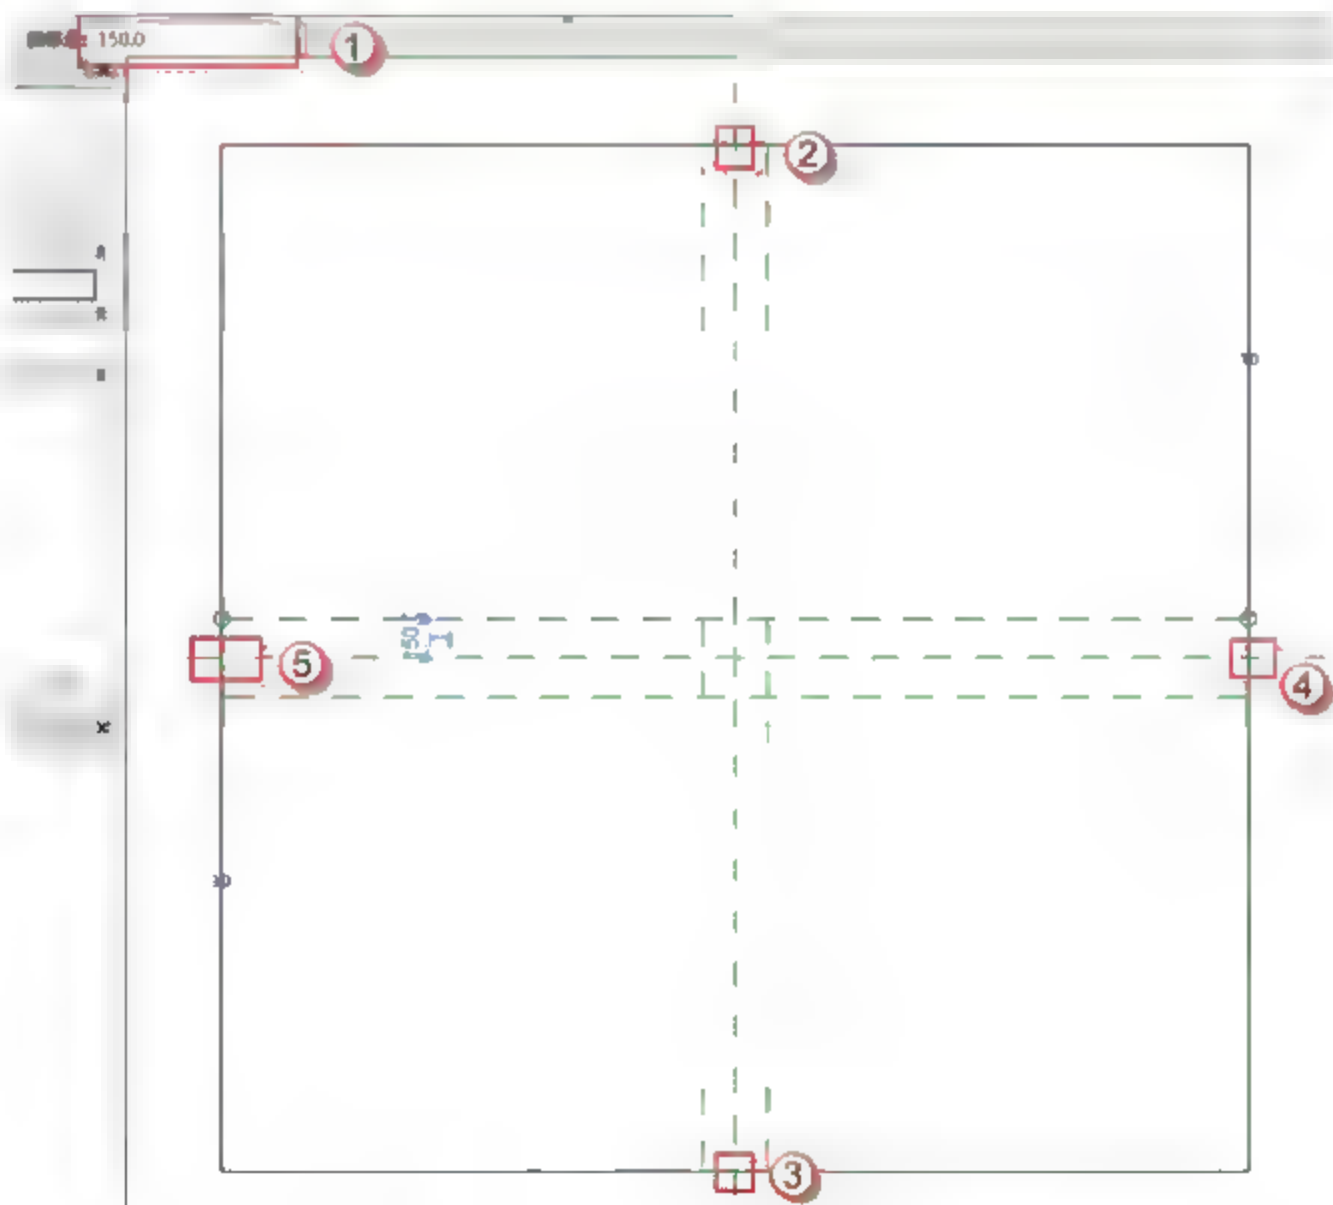

图 12.4.9 创建辅助线
(2) 创建参照标高平面辅助线。进入 Revit 编辑界面后, 按快捷键 R+P, 更改偏移数值为“125”, 画出两条纵向辅助线。接着再将偏移数值更改为“150”, 画出两条横向辅助线, 如图 12.4.9 所示。